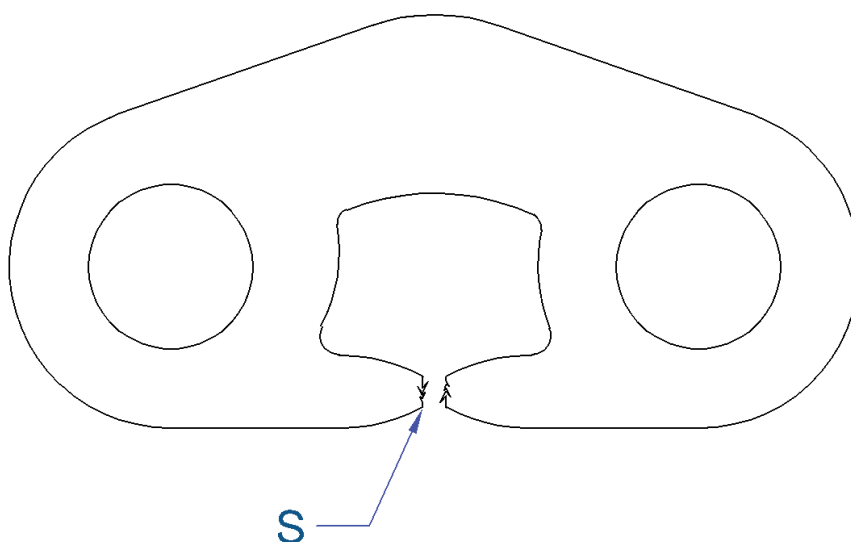
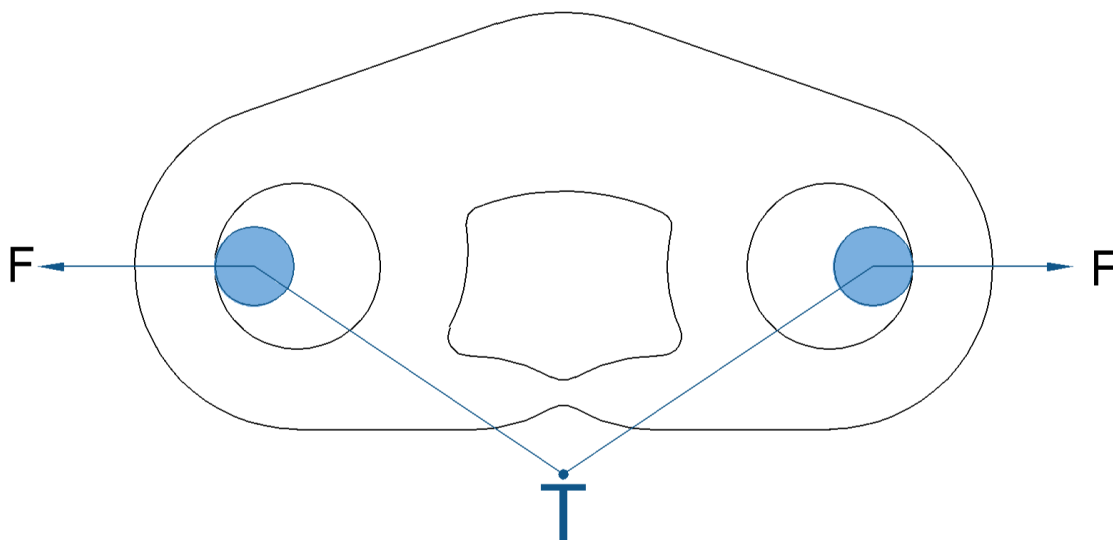

Figure 1: Section « S » de la plaque d'essai ATP (section de rupture).
Figure 2: Plaque d'essai ATP montrant les trous d'accrochage (T) et les directions de force appliquées (F) lors de l'essai de traction.
La plaque d'essai ATP est utilisée pour évaluer la résistance mécanique en traction d'un point d'ancrage. La charge d'essai est appliquée en rompant la section centrale de la plaque (voir Figure 1).
Une gamme complète de plaques d'essai ATP a été développée pour évaluer la résistance à la traction des points d'ancrage. Les trous d'accrochage (indiqués « T » sur la Figure 2) sont conçus pour recevoir des manilles haute résistance. Toutes les plaques d'essai ATP sont fabriquées en acier inoxydable 304L de même nuance afin d'assurer la rupture de la section marquée « S » Figure 1, avec une précision de $+15\%$ par rapport à la charge de rupture CR indiquée sur la plaque (voir le Chapitre 13). L'essai est dimensionné pour garantir une résistance mécanique supérieure à la charge de rupture CR indiquée sur la plaque.
1. Une charge est appliquée à la plaque d'essai ATP (Figure 2).
2. Lorsque la charge de rupture CR indiquée sur la plaque est atteinte (voir Chapitre 13), la section « S » se rompt Figure 1.
3. En conséquence, la plaque s'allonge en créant un espace « S » entre les moitiés supérieure et inférieure de la plaque d'essai ATP (Figure 1, espace S).
F : Direction d'application de la charge de traction : il est essentiel que cette charge soit appliquée dans la direction de la ligne formée par les deux trous d'accrochage, comme indiqué sur la Figure 2.
La procédure d'installation est détaillée ci-dessous, en référence aux Figure 2 et 3 :
2. Fixer le dispositif de chargement manuel avec la plaque d'essai ATP (repérée 2) à l'aide d'une manille de serrage dans la section T (voir Figure 2).
2. Confirmer que la plaque d'essai de rupture ATP est solidement fixée au point d'ancrage destiné à l'essai. Vérifier que tous les dispositifs de fixation sont correctement positionnés comme illustré sur la Figure 2.
2. Détacher la plaque d'essai ATP de la section T (voir Figure 2) où elle était fixée pour l'essai.
- Fixer la plaque d'essai ATP ailleurs qu'à la section T (Figure 2).